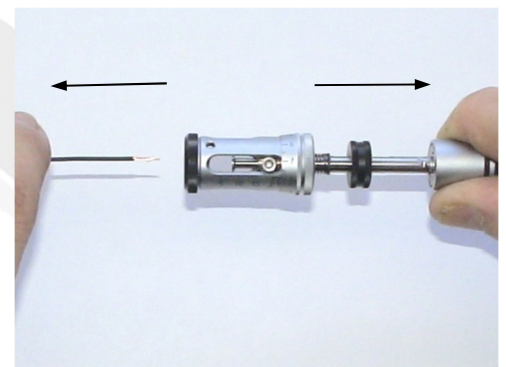

Bild 7. Abisolieren
- Durch **gleichmässig** und **konstanten** Zug am Handgriff und am Kabel, Abisoliervorgang auslösen. **(Bild 7)**
Bei diesem Vorgang beginnt sich der Abisolierkopf zu drehen und die Messer schneiden in die Isolation, bis auf den zuvor eingestellten Durchmesser. Die Isolation wird danach durch den konstanten Zug zwischen Handgriff und Kabel vom Leiter abgezogen. **(Bild 7)**